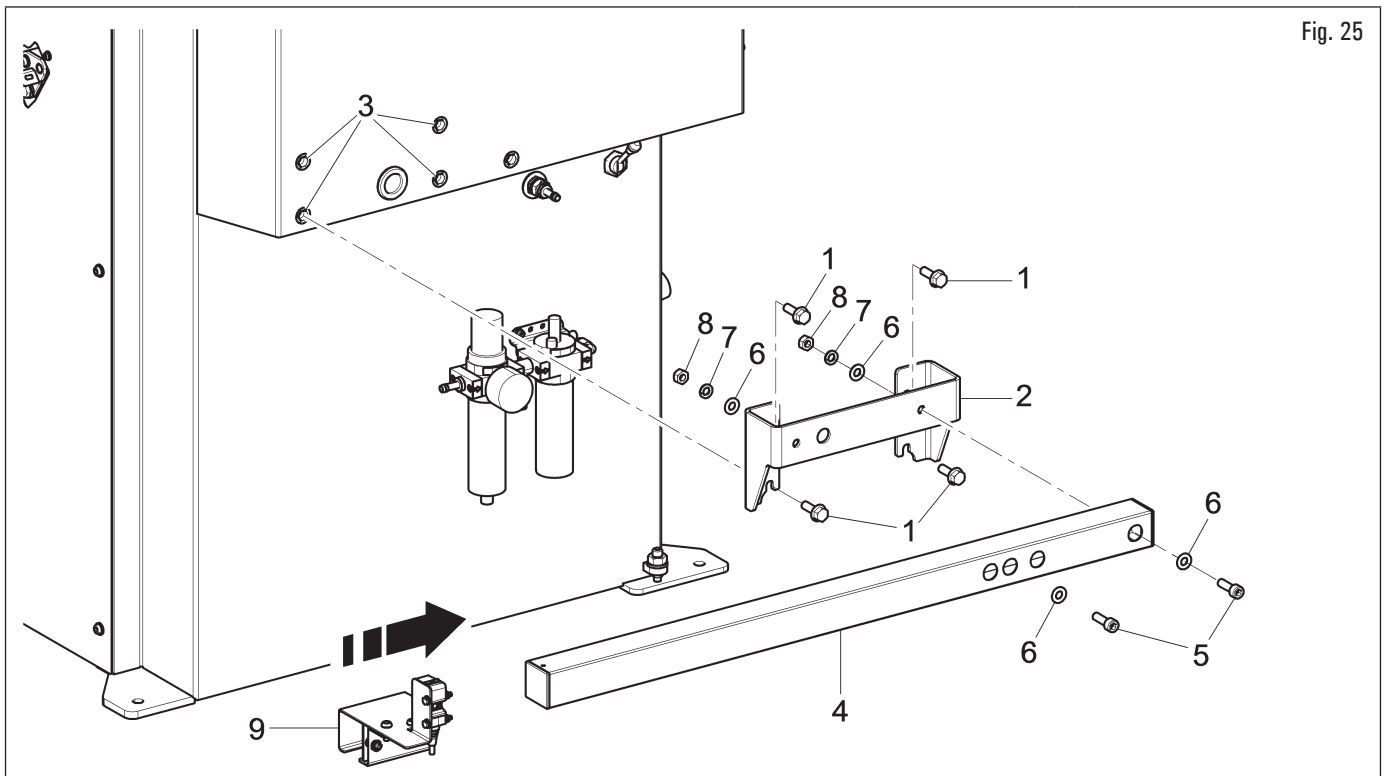

Fig. 25
1. Visser les 4 vis (Fig. 25 réf. 1) dans le support de la tige (Fig. 25 réf. 2) et les visser sur les rivets filetés (Fig. 25 réf. 3) placés sur le châssis de l'équipement. Bloquer le bras du Run-out (Fig. 25 réf. 4) à la bride (Fig. 25 réf. 2) en vissant les 2 vis (Fig. 25 réf. 5) et les rondelles (Fig. 25 réf. 6). Bloquer les vis (Fig. 25 réf. 5) avec les écrous (Fig. 25 réf. 8) et les rondelles (Fig. 25 réf. 6 et 7) ;
2. monter le Run-out (Fig. 25 réf. 9) comme indiqué en Fig. 25 ;